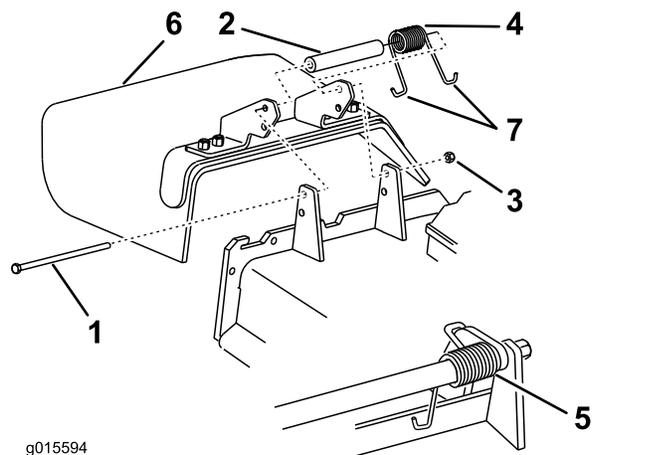

Рисунок 122
1. Снимите контргайку, болт, пружину и проставку, удерживающие отражатель на кронштейнах оси поворота (Рисунок 122).
2. Снимите поврежденный или изношенный отражатель травы (Рисунок 122).
Примечание: Убедитесь, что J-образный зацеп пружины установлен за краем деки, прежде чем устанавливать болт, как показано на Рисунок 122.
6. Поместите один J-образный зацеп пружины рядом с отражателем травы (Рисунок 122).